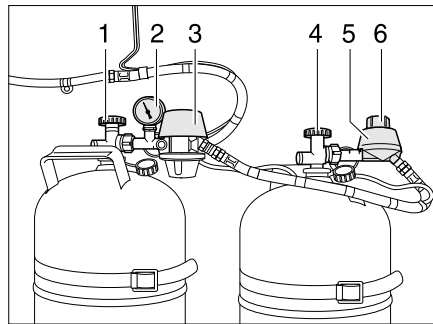
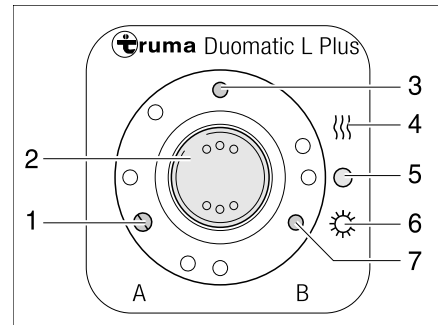

Bild 83 Duomatic-Umschaltanlage
Bild 84 Bedieneinheit
Die Duomatic-Umschaltanlage besteht aus einem Zentralregler (Bild 83,3) und einem Umschaltregler (Bild 83,5). Mit dem Drehknopf (Bild 83,6) am Umschaltregler kann bestimmt werden, welche der Gasflaschen als Betriebsflasche und welche Gasflasche als Reserveflasche verwendet wird.
Das Manometer (Bild 83,2) am Zentralregler zeigt den Druck in der Gasflasche an, nicht den Füllstand der Gasflasche. Mit dem Manometer kann die Gasflasche auf Dichtheit geprüft werden.
An der Bedieneinheit (Bild 84) können nur die elektrischen Funktionen geschaltet werden. Die Haupt-Absperrventile der Gasflaschen (Bild 83,1 und 4) müssen von Hand geöffnet werden.
- Die Haupt-Absperrventile an den Gasflaschen (Bild 83,1 und 4) öffnen.
- Mit dem Drehknopf (Bild 83,6) am Umschaltregler (Bild 83,5) die Gasflasche wählen, der vorrangig das Gas entnommen werden soll (Betriebsflasche). Den Drehknopf immer bis zum Anschlag drehen. Wenn der Drehknopf im roten Bereich steht, wird das Gas vorrangig der Gasflasche mit dem Zentralregler (Bild 83,3) entnommen. Wenn der Drehknopf im grünen Bereich steht, wird das Gas vorrangig der Gasflasche mit dem Umschaltregler (Bild 83,5) entnommen.
- An der Bedieneinheit (Bild 84) die Duomatic-Umschaltanlage einschalten. Dazu den Wippschalter (Bild 84,2) auf Winterbetrieb "Ein und Heizen" (Bild 84,4) oder auf Sommerbetrieb "Ein" (Bild 84,6) stellen. Beide Gasdruckregler sind jetzt entlüftet. Die Betriebsanzeige (Bild 84,3) leuchtet.
- Den Wippschalter (Bild 84,2) auf "O" (Bild 84,5) stellen. Die Betriebsanzeige (Bild 84,3) erlischt.
- Die Haupt-Absperrventile an den Gasflaschen (Bild 83,1 und 4) schließen.
Die Kontroll-Leuchten an der Bedieneinheit (Bild 84) signalisieren im Fahrzeuginneren, ob die Gasflaschen betriebsbereit sind.
- Kontroll-Leuchte "A" (Bild 84,1): Gasflasche am Zentralregler
- Kontroll-Leuchte "B" (Bild 84,7): Gasflasche am Umschaltregler